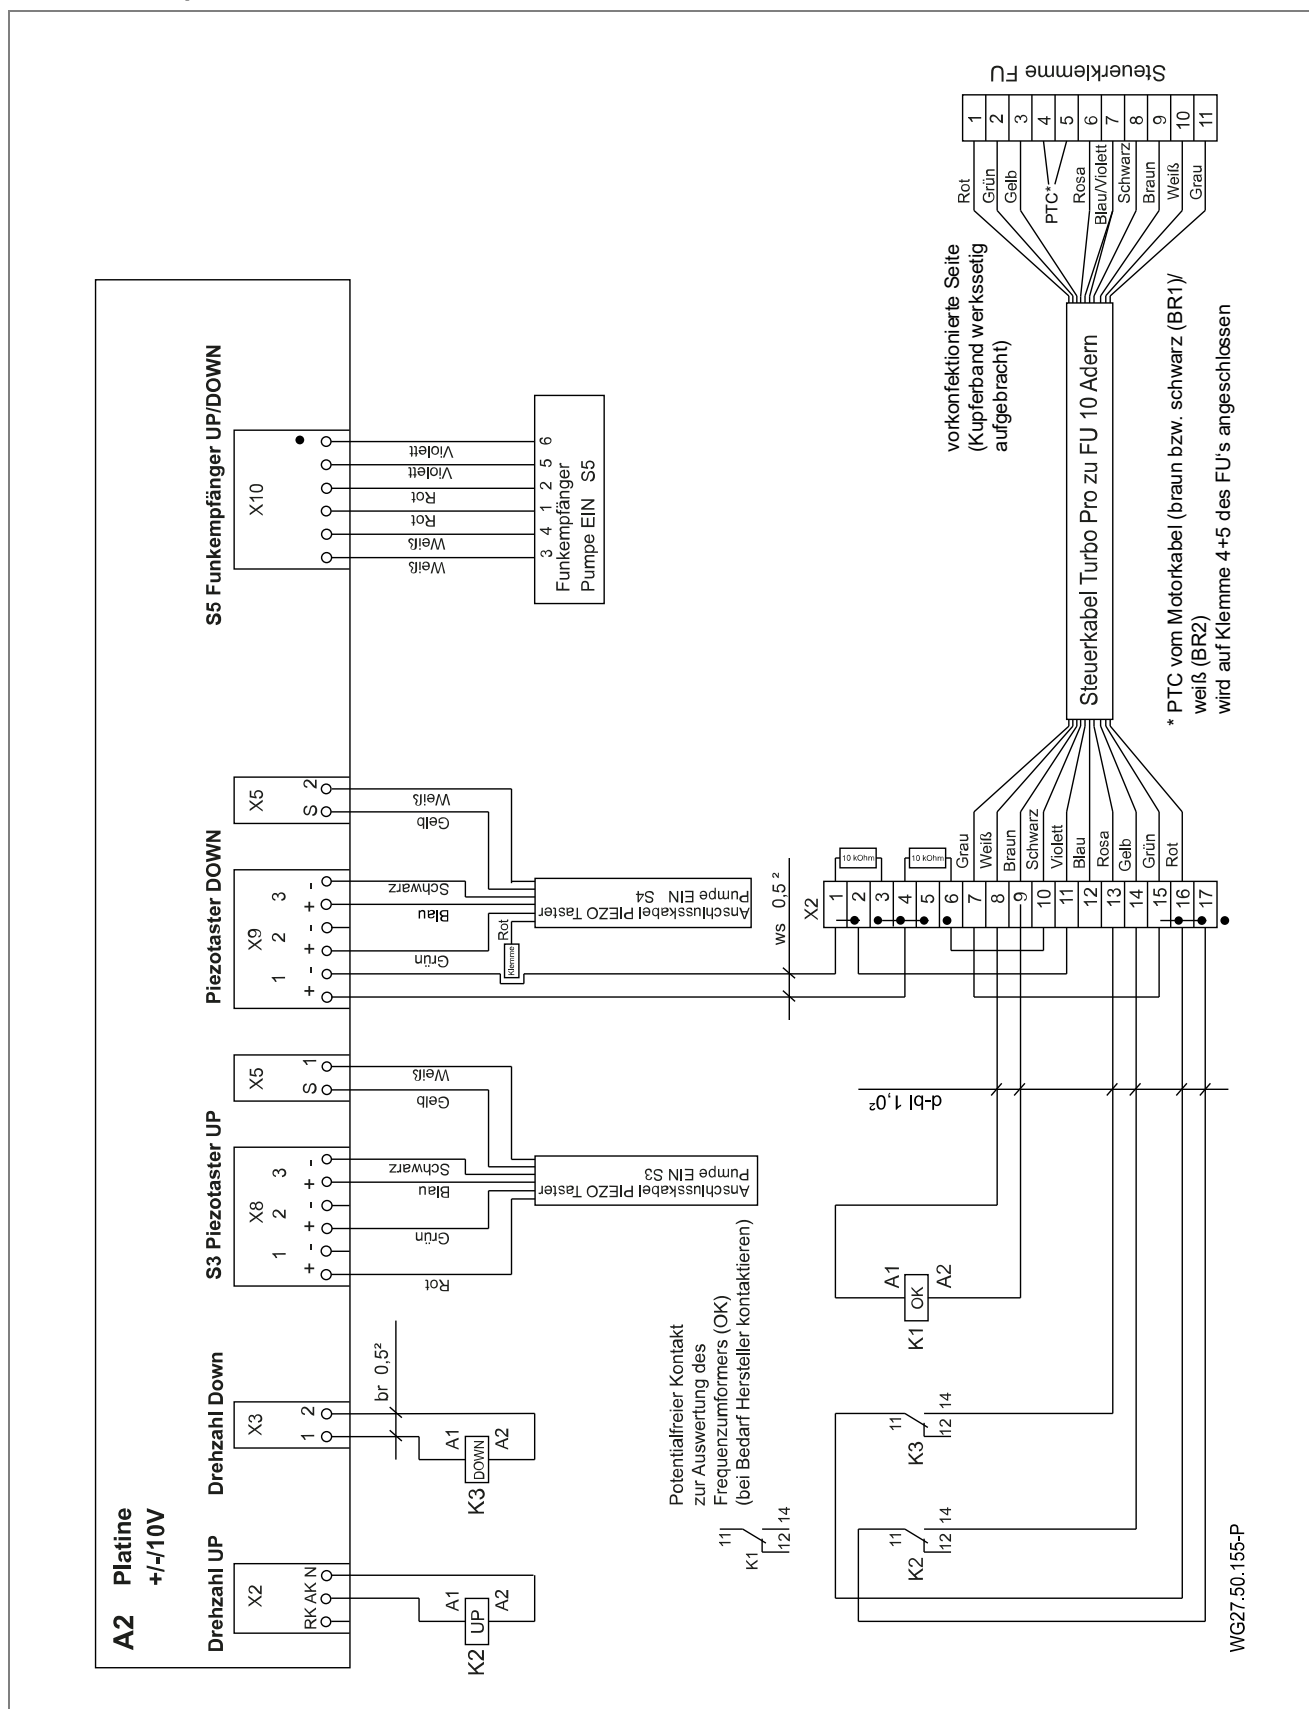

Abb. 20
14. Die Adern für den PTC (braun bzw. schwarz (BR1)/weiß (BR2)) sind nach Schaltplan zu verdrahten. Siehe "Abb. 20" auf Seite 26.